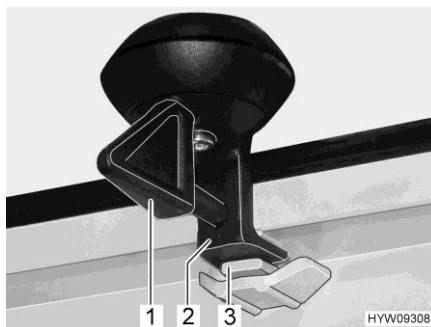

Fig. 72 Bloccaggio (posizione di ricircolo d'aria)
- Ruotare la leva (Fig. 72,1) di un quarto di giro. Il bloccaggio (Fig. 72,2) deve entrare nella rientranza superiore (Fig. 72,3).